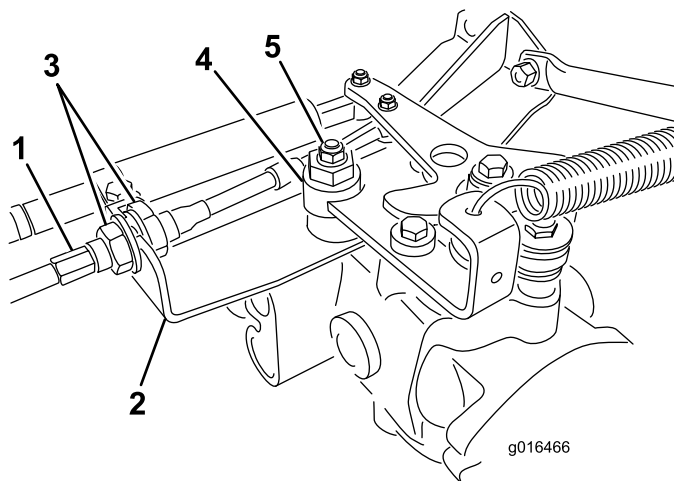

図 42
- A. 走行ケーブルを油圧トランスミッションのバルクヘッドに取り付けているジャムナット（図 42）を両方ともゆるめる。ジャムナットは調整ができるよう十分に、また均等にゆるめること。
- B. 偏芯ナットをトランスミッション上部に止めているナット（図 42）をゆるめる。
- D. どちらにも車輪が回らないように偏芯ナットを回して調整する。調整ができたなら固定ナットを締める（図 42）。スロットル SLOW および FAST 位置で調整が正しいことを確認する。
を固定する（図 42）。ケーブルをねじらないように注意すること。